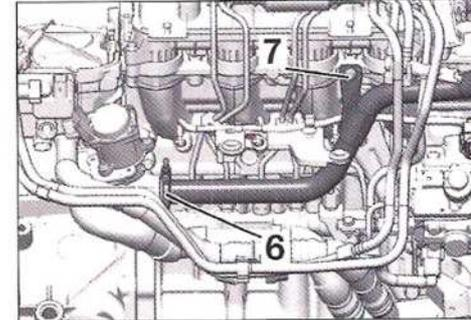

FIG. 37
- La abrazadera (6) (Fig.37).
- La fijación (7).